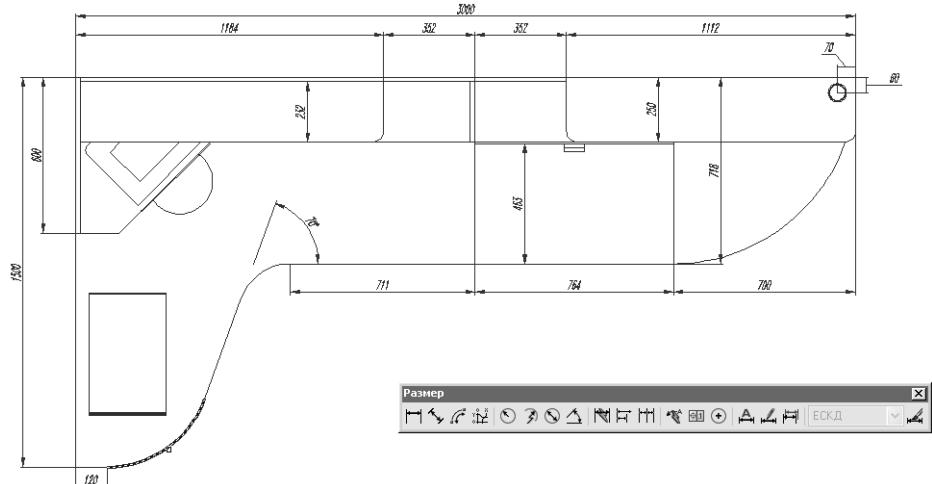

Рис. 11.24 ▼ Выбор объекта для нанесения размера радиуса
5. В ответ на приглашение AutoCAD выбрать дугу или окружность щелкните на сопряженном участке угловой части столешницы, как показано на рис. 11.24.